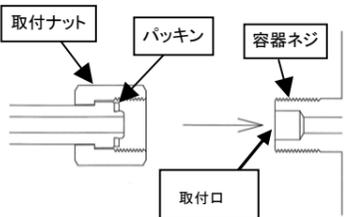

図2 容器への取付
②専用の容器開閉ハンドルを用いて容器バルブを1～2回開閉し、取付口のゴミを吹き飛ばしてください。その後、容器バルブを確実に閉めてください。
③取付部のパッキンにキズや打痕がないことを確認してください。パッキンが損傷している場合は新しいパッキンと交換してください。（図2参照）